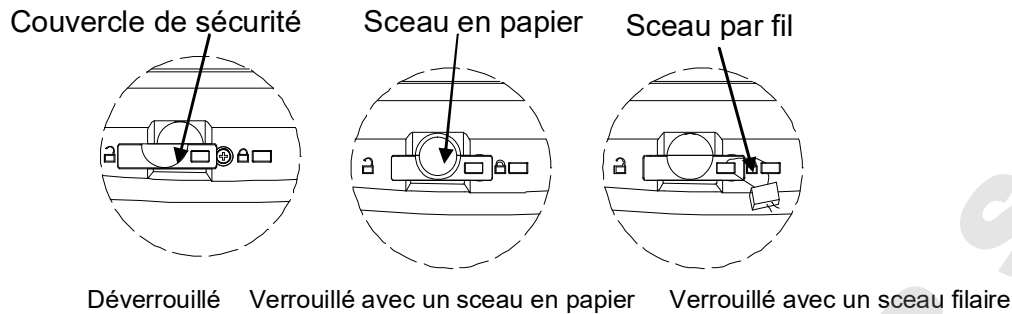

Figure 5-2. Application d'un sceau
3. Régler le contacteur sur Verrouillé. Se reporter à la Figure 5-2.